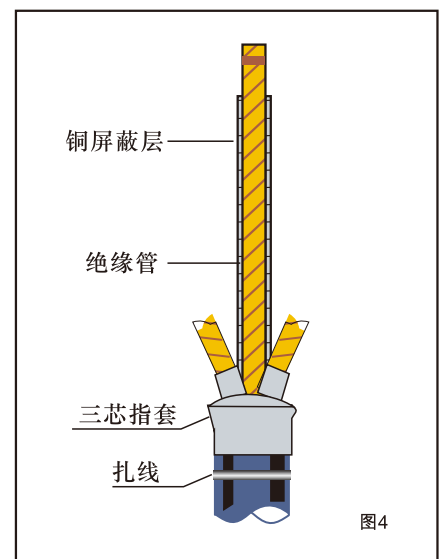

图4
1.4 (图4)安装冷缩管:套入冷缩管,与三指套搭接15mm以上,逆时针抽掉支撑条,使其收缩?